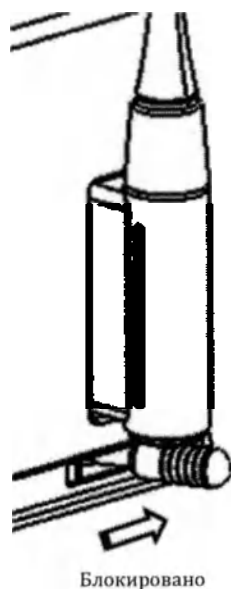

Рисунок 15
1. Поместите штекерный кабель датчика лицевой стороной к правой стороне системы, совместите штекер с гнездом датчика и осторожно вставьте его на место (как показано на рис. 15).
2. Поверните рычаг замка вправо, чтобы надежно зафиксировать его (рис. 15).